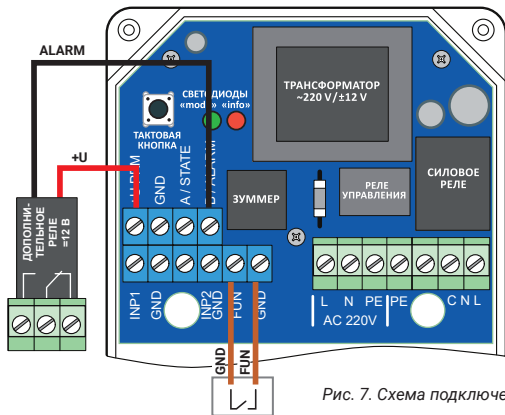

Рис. 7. Схема подключения внешнего проводного выключателя и дополнительного реле
5.5 Клеммы для подключения дистанционного выключателя закрытия/открытия водоснабжения: **FUN, GND** (рис. 7). При замыкании между собой клемм FUN и GND подключенные к блоку управления шаровые электроприводы закроются, при размыкании — откроются.
5.7 Для управления внешними устройствами к блоку управления возможно подключение **дополнительного реле GIDROLOCK**. Схема подключения приведена на рис. 7.